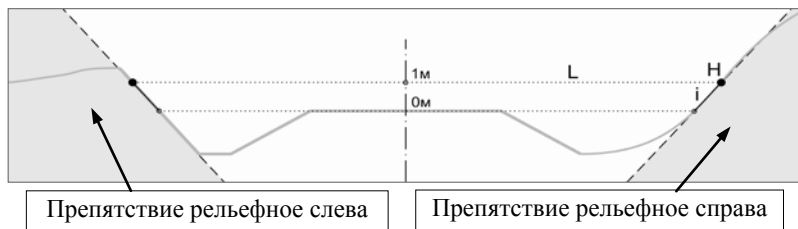

Рис. 22.5
Нижняя полуплоскость, ограниченная упрощенной бесконечной прямой, слева и/или справа от оси дороги (серые зоны на рис. 22.5), является рельефным препятствием.
3. После расчёта в графе создаются точки с параметрами отрезка упрощенной прямой препятствия на конкретном поперечнике: расстояние от оси (L), отметка точки (H), уклон (i) (рис. 22.5).